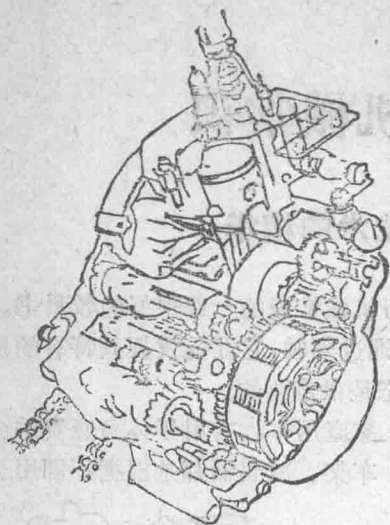

图2 本田 MTx200R
② 单缸风冷式两冲程发动机是最简单的机型，但本机采用水冷方式实现高功率，将高级机械技术引进吸排气系统，防止中低速时扭矩减弱。根据用户的不同爱好，有的机种也采用向气缸盖输送冷风的强制风冷方式(图2)。